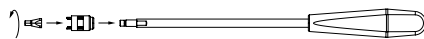

Fig. 8
- Enroscar manualmente el aplicador de tornillos de bloqueo, ver Fig. 8.